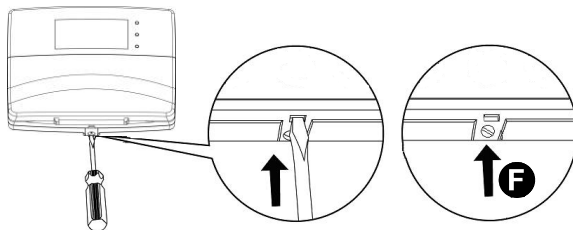

Fig. 1
Aprire la tastiera esercitando con un cacciavite a taglio una leggera pressione sul punto indicato nell'immagine, per sganciare il dente di chiusura e sollevare il coperchio (Fig. 1).
- Richiudere la tastiera avvitando la vite fornita nel foro (F - Fig. 1).